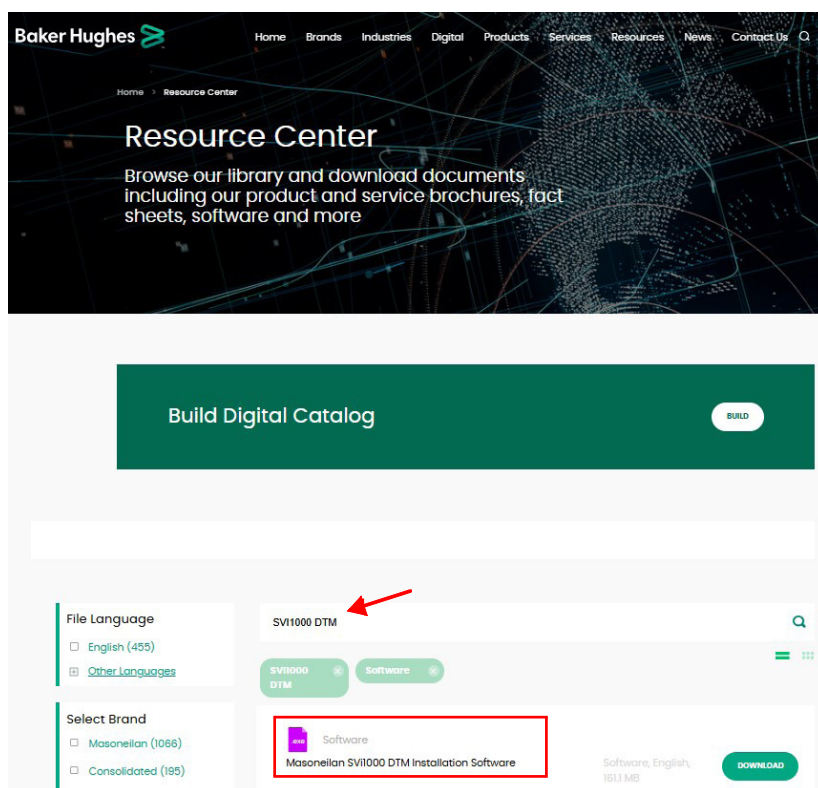

Figura 10 - Centro risorse: Ricercare SVi1000 DTM
1. Andare al *Centro risorse* (<https://valves.bakerhughes.com/resource-center>) e inserire *SVi1000 DTM* nel campo di ricerca (freccia rossa in Figura 10).
Compaiono i risultati (casella rossa nella Figura 10).